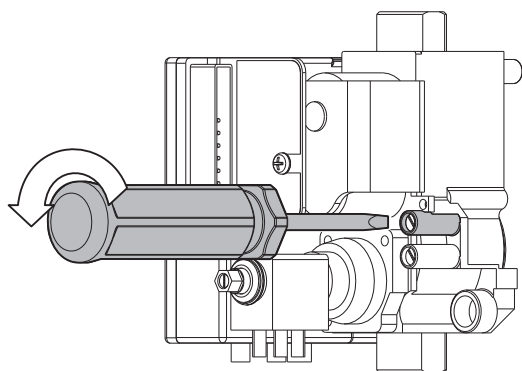

fig.5
- Para conectar el manómetro hay que aflojar el tornillo de sujeción de la toma de presión (fig.5)
- Desconecte el manómetro y vuelva a apretar con cuidado el tornillo (fig.5)